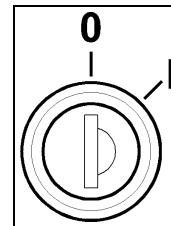

Abb. 23
- Schlüssel in Schlüsselschalter (Abb. 23) stecken.